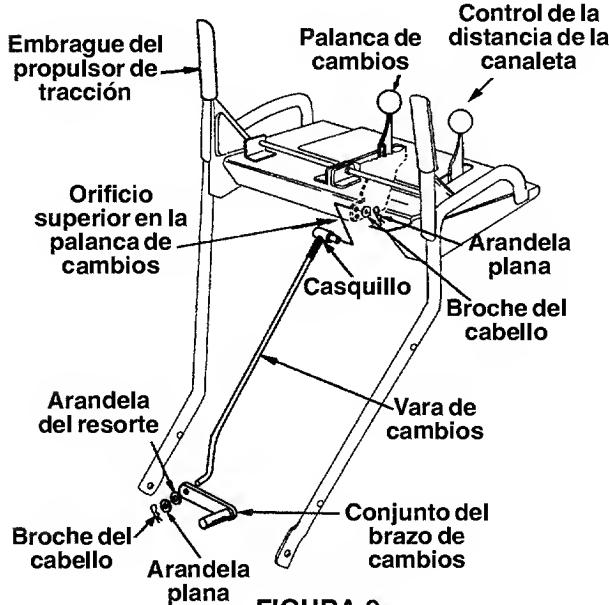

FIGURA 9
- Coloque la palanca de cambios en la posición de sexta (6) velocidad.
- Coloque el extremo doblado de la vara de cambio dentro del orificio en el conjunto del brazo de cambios. Vea la figura 9. Asegure con la arandela del resorte, arandela plana y broche de cable.